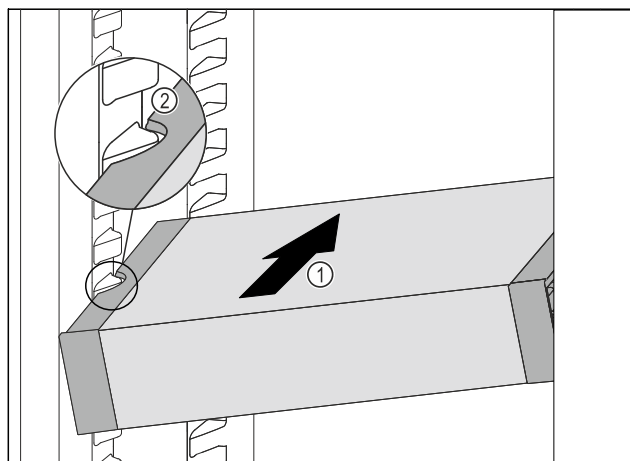

Fig. 88
- 将 VarioSafe 斜插入冷藏区中 Fig. 88 (1)，直至 VarioSafe 的侧部凹槽 Fig. 88 (2) 与冷藏区中的容器肋梁持平。